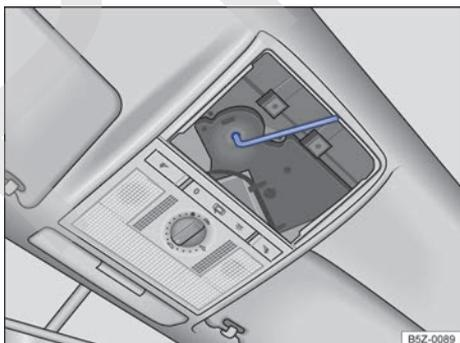

Fig. 154 Tornillo hexagonal para cierre del techo solar.
- Encaje una llave hexagonal común¹⁾ de 4 mm de tamaño en el tornillo hexagonal ⇒ fig. 154.